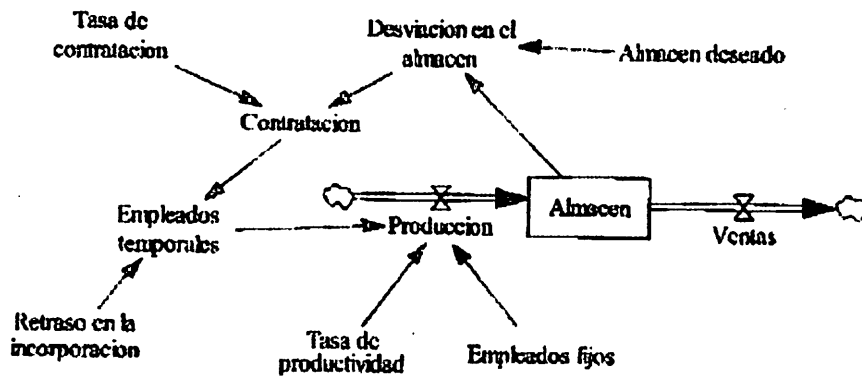
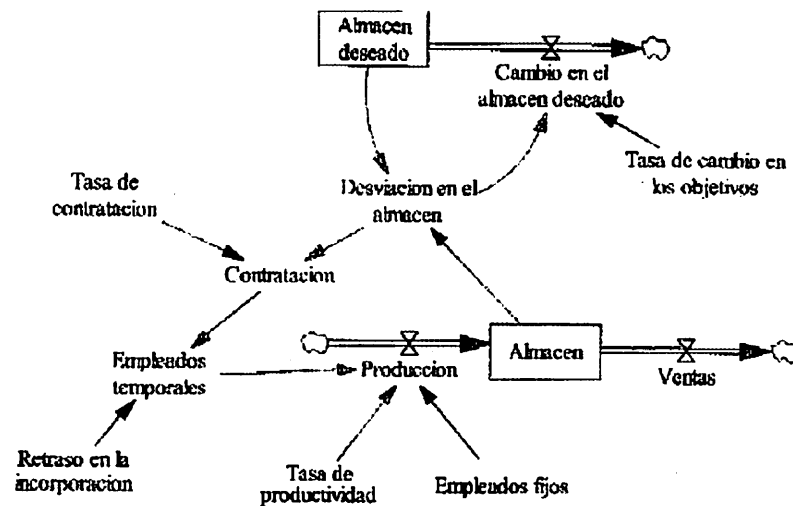

Figura 4.20: Modelo en Vensim para analizar el control del stock de productos en un almacén.
Figura 4.36: Modelo en Vensim para analizar el control del stock de productos en un almacén sujeto a cambio de objetivos.
- **Ejercicio 4.9:** Reproducir en Vensim el modelo de la Figura 4.20 y los resultados analizados en esta sección.
- **Ejercicio 4.15:** a) Programe en Vensim el modelo de la Figura 4.36 y utilícelo con *Tasa de cambios en los objetivos* igual a 0 e igual a 1 semana⁻¹, respectivamente, para reproducir los resultados de la Figura 4.37. b) Pruebe otros valores de la *Tasa de cambios en los objetivos* para comprobar que la empresa puede emplear este parámetro para condicionar su política de erosión de metas.
Figura 4.37: Gráficos comparativos con la evolución de las variables más representativas de los modelos de la Figura 4.20 (almacén deseado fijo) y de la Figura 4.36 (almacén deseado variable).